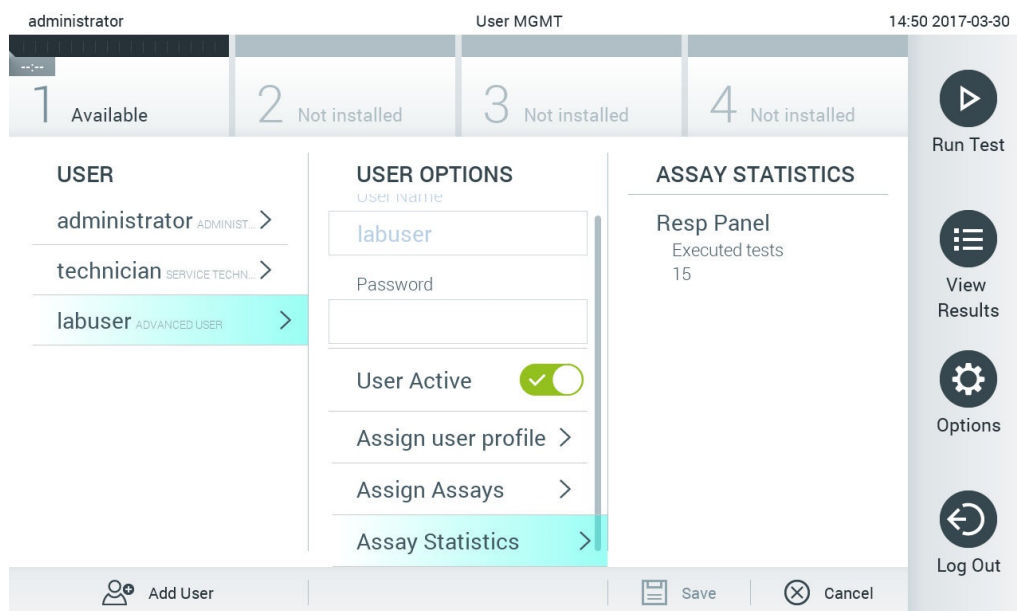

Рис. 56. Перегляд статистики аналізу.
- **Assay Statistics** (Статистика аналізу): показує, скільки разів вибраний користувач виконав аналіз (рисунок 56).